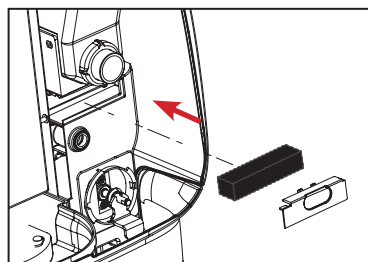

図2
1. フィルターとそのカバーを元通りに取り付けます。（図2を参照）